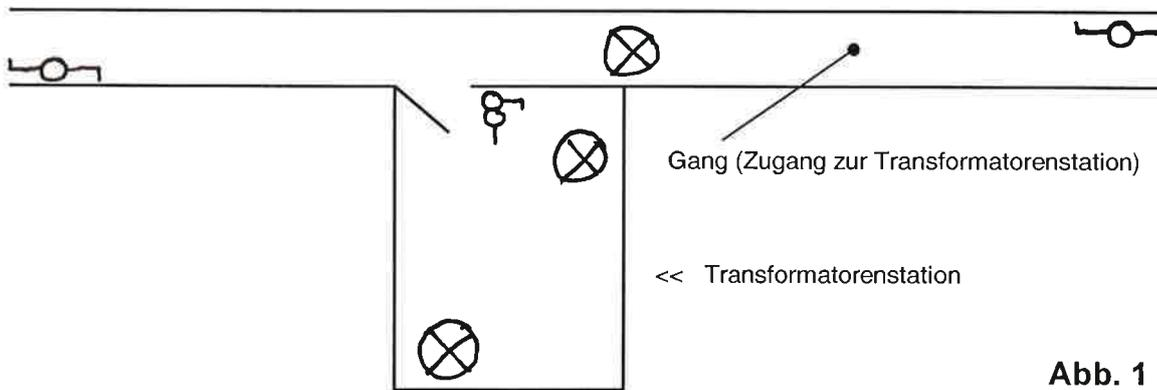

Abb. 1
Die hier unten skizzierte Transformatorenstation (Abb. 1) ist über einen Gang erreichbar. Der Gang kann von beiden Seiten betreten werden und ist mit einer Lampe (Kugellampe an der Decke) beleuchtet. Die Lampe kann von beiden Enden des Ganges beliebig ein- und ausgeschaltet werden.
1. In Abb. 1 sind die Elemente der Lichtinstallation einzuzuzeichnen. (Lampen, Schalter, Steckdose)